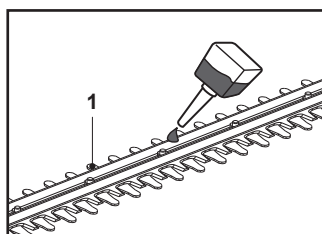

Fig. 11
- Lubrifique as superfícies internas da lâmina se o dispositivo de corte (lâmina) (1) sobreaquecer durante a utilização (Fig. 11).
1. Mantenha o dispositivo de corte (lâmina) (1) limpo e livre de detritos. Retire as aparas com uma escova.
2. Aplique uma pequena quantidade de lubrificante adequado no dispositivo de corte (lâmina) para manter um bom desempenho de corte (Fig. 11).